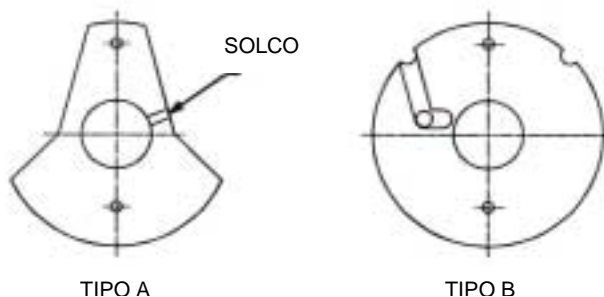

FIGURA 22
5. Inserire una barra di ottone, attraverso una connessione, tra i denti del rotore ed allentare i bulloni che stringono il magnete interno all'albero (Vedere Figura 22). Far scivolare fuori dall'albero la rondella, la rondella di sicurezza ed il magnete interno. Non dimenticare che questo è un magnete molto potente. Se è necessario smontare la pompa, rimuovere l'anello di bloccaggio esterno.
PIASTRA BILANCIATRICE – Se la piastra è separata dal supporto ed appare del Tipo A in **Figura 22**, la sua posizione può essere invertita. Il solco deve collegare la connessione di mandata al foro della boccola. Se è cambiata la rotazione, la piastra viene ribaltata (non ruotata) ed il solco potrebbe non essere visibile anche se continua a funzionare regolarmente. Se la piastra è del Tipo B, **NON** è reversibile ed occorrerà una nuova piastra.